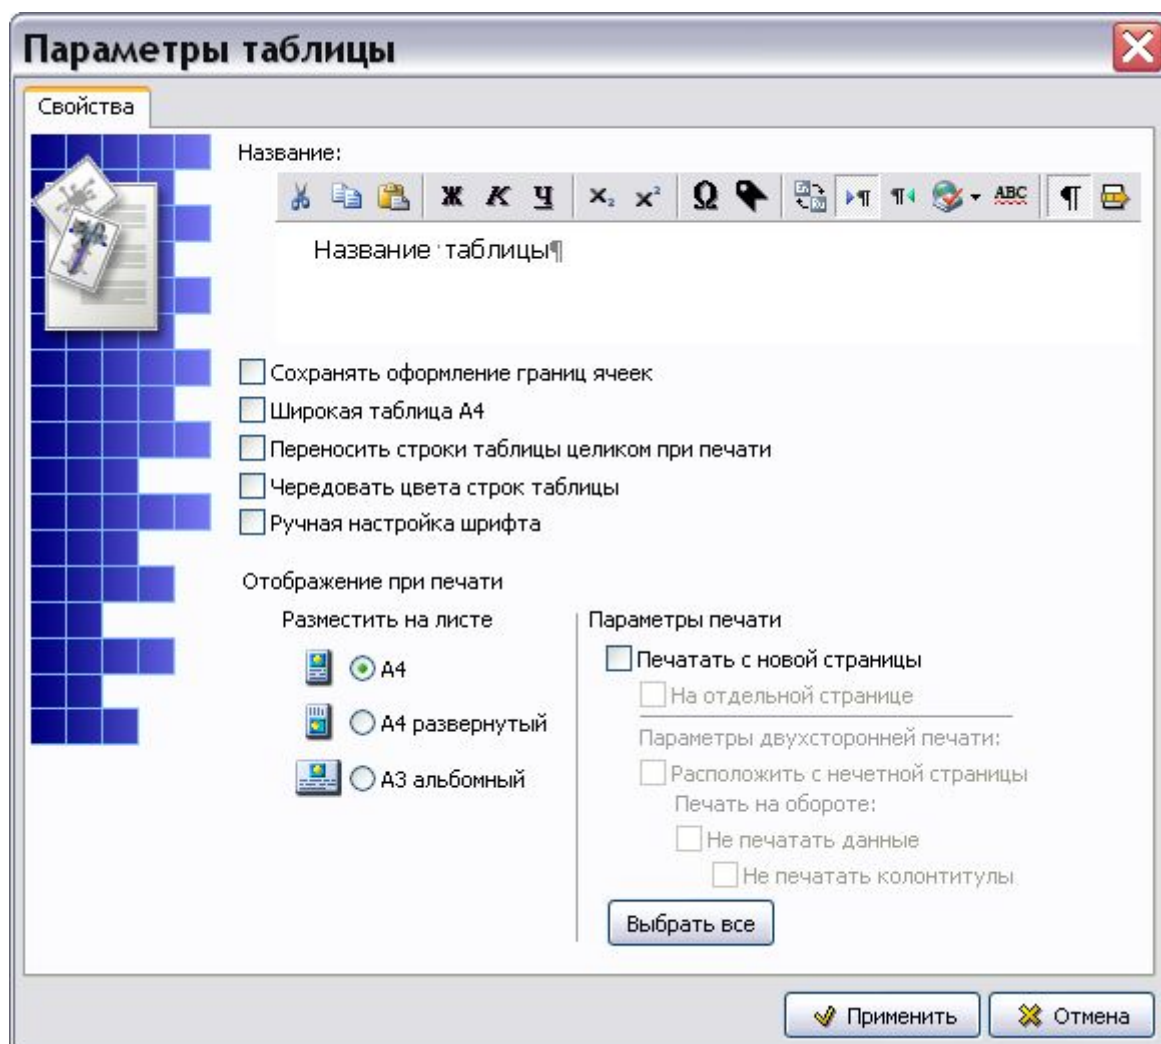

Рис. 3.94
- Из контекстного меню выберите пункт **Свойства**. После этого откроется окно **Параметры таблицы** (Рис. 3.94).